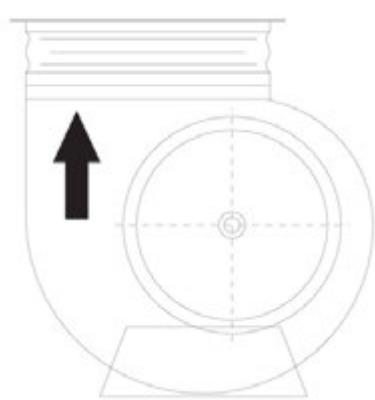

Figura 6 Verso di rotazione del ventilatore;
- Y controllare che il senso di rotazione del ventilatore/i sia quello indicato dalla freccia sulla girante (Figura 6);